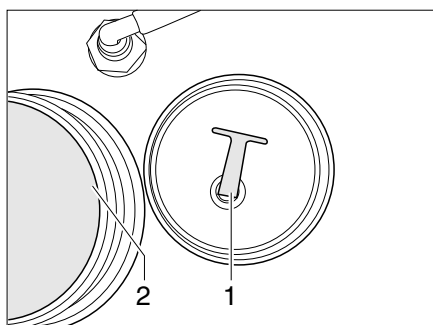

Fig. 350 Tappo di chiusura
- Svitare il tappo di chiusura (Fig. 350,1) dall'apertura di scarico (Fig. 350,2). L'acqua fuoriesce.